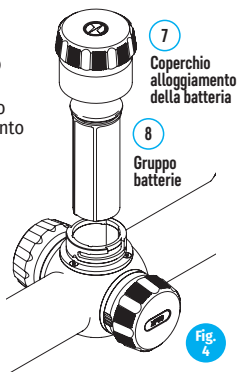

Fig. 4
- Girare il coperchio del vano batteria (7) in senso antiorario e rimuoverlo (fig. 4).
- Installare la batteria (8) nell'apposito scomparto lungo le guide speciali nell'apposito alloggiamento dell'unità.
- Riposizionare il coperchio del vano batteria (7), girandolo in senso orario.